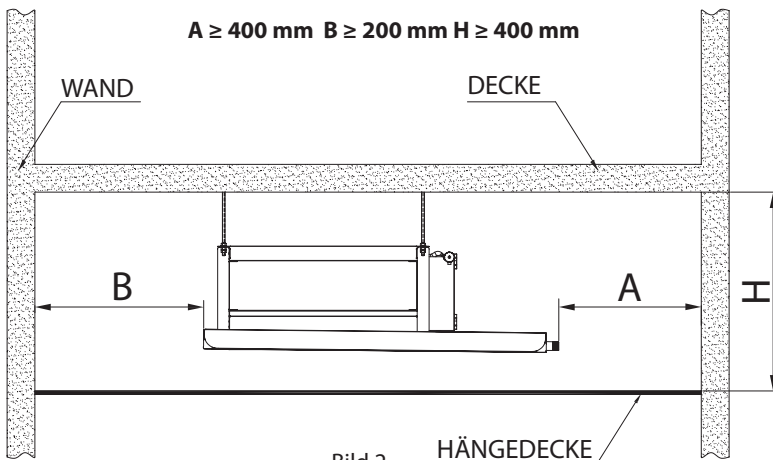

Bild 2
2. Es sollten ausreichende Abstände für Installation und Wartung vorhanden sein. Bitte beachten Sie die Maße der Einheit und die Verbindungszeichnung. (Bild 2: Hier werden die um die Einheit herum einzuhaltenen minimalen Abstände angegeben).